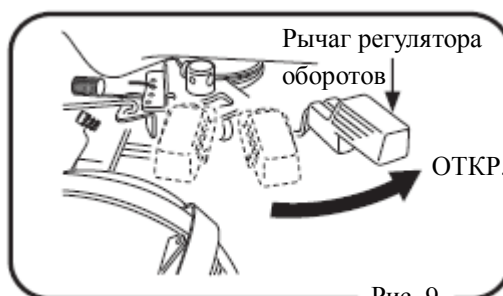

Рис. 9
1. Во избежание проскальзывания муфты сцепления не допускайте медленного открывания дроссельной заслонки (рис. 9).